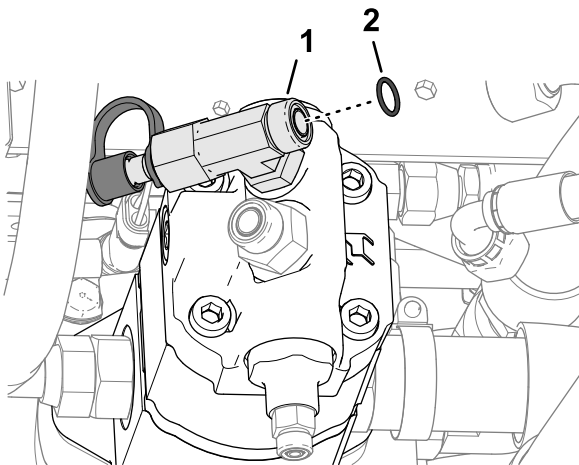

Figura 134
1. Retire la junta tórica de la cara del acoplamiento en T del extremo de la bomba hidráulica (Figura 134).
2. Instale una junta tórica nueva de 12.4 mm/1.8 mm (0.489"/0.070") en la ranura del acoplamiento en T (Figura 134).